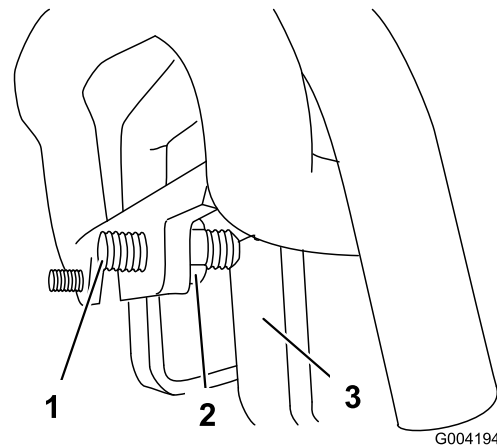

Figure 57
3. Si la machine se déporte vers la **gauche**, desserrez l'écrou de blocage **droit** et ajustez la vis de réglage de l'alignement à l'avant de la commande de déplacement (Figure 57).
4. Si la machine se déporte vers la **droite**, desserrez l'écrou de blocage **gauche** et ajustez la vis de réglage de l'alignement à l'avant de la commande de déplacement (Figure 57).